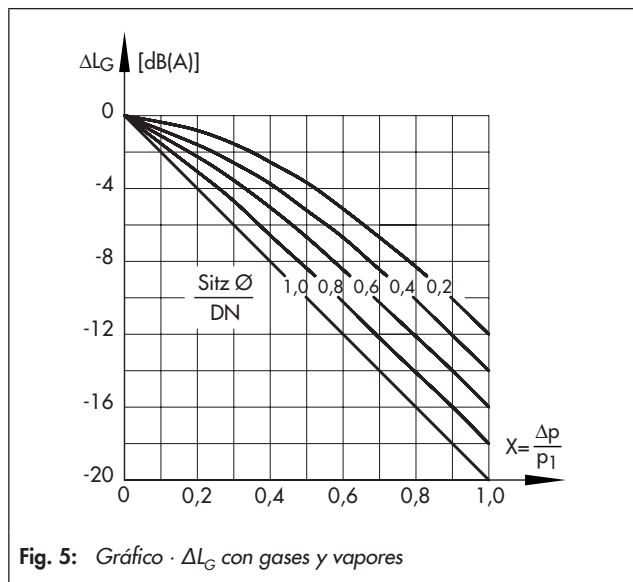

Fig. 5: Gráfico · ΔL_G con gases y vapores
- ΔL_G · Con gases y vapores: valores según la Fig. 5